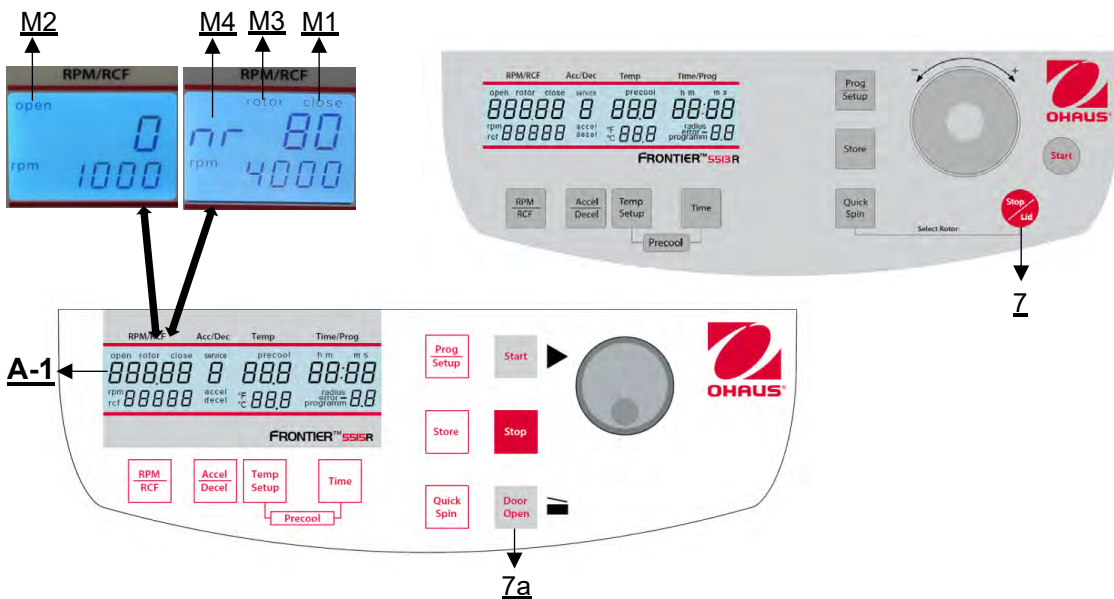

Figure 11
Après le cycle, lorsque le couvercle de la centrifugeuse reste fermé, le mot **"close"** (M1) continue d'apparaître sur l'écran **"RPM | RCF"** (A-1). En même temps, le numéro d'identification du rotor, par exemple **"nr 80"**, est affiché sur l'écran (M4). Dès que le couvercle est libéré en appuyant sur la touche **"Door Open"** (7a) ou **"Stop | Lid"** (7) ou, le mot **"open"** (M2) apparaît. Vous pouvez maintenant ouvrir le couvercle de la centrifugeuse. Veuillez vous référer à la figure 11 ci-dessous.
Veuillez vous référer à la **figure 11**.